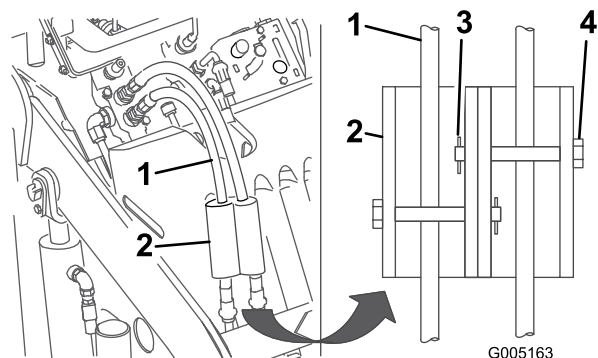

Figura 18
7. Instale los bloqueos de cilindro sobre las mangueras hidráulicas y fíjelos con los pasadores y chavetas (Figura 18).